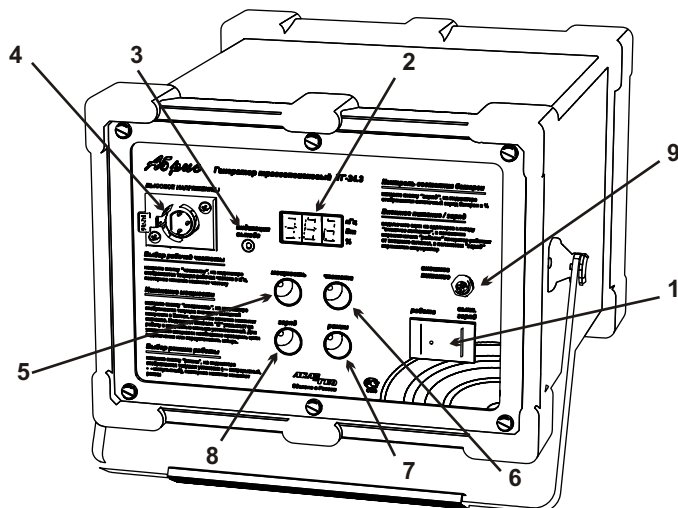
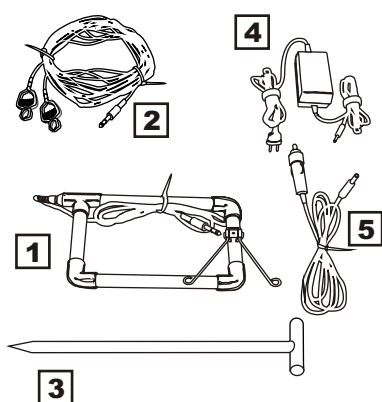

Рисунок 3
Рисунок 4
-  Нажмите на клавишу (поз. 1 рис. 3) переключив ее в положение “работа”
-  Нажмите кнопку “заряд” (поз. 8 рис. 3), на индикаторе отображается значение заряда аккумулятора в %
- 1** Нажмите на клавишу (поз. 1 рис.3) переключив ее в положение “выкл. / заряд”
- 2** При заряде от сети подключите адаптер 220 В (поз.4 рис. 4) к гнезду подключения внешнего питания (поз. 9 рис.3), при заряде от бортовой сети автомобиля используйте автомобильный адаптер (поз. 5 рис. 4). Во время заряда мигает надпись “зар”, по окончании надпись высвечивается не мигая.
1 При работе от сети подключите адаптер 220 В (поз. 4 рис. 4) к гнезду подключения внешнего питания (поз. 9 рис. 3), при работе от бортовой сети автомобиля используйте автомобильный адаптер (поз. 5 рис. 4).
2 Нажмите на клавишу (поз. 1 рис.3) переключив ее в положение “работа”
ВНИМАНИЕ ! Не включайте питание генератора перед подключением. При включенном питании на гнезде подключения внешней нагрузки (поз. 4 рис. 3) или зажимах вставленного в него кабеля гальванического подключения (поз. 2 рис. 4) присутствует высокое напряжение, порядка 200 В
- 1** Подключите один зажим кабеля гальванического подключения (поз.2 рис. 4) к коммуникации, при этом необходимо обеспечить надежный электрический контакт.
- 2** Другой зажим кабеля подключите к штырю заземления (поз. 3 рис. 4), вбитому в увлажненный грунт в 5-15м от места подключения
- 3** Подключите разъем кабеля к гнезду подключения внешней нагрузки (поз. 4 рис. 3)
- 1 Нажмите кнопку “частота” (поз. 6 рис. 3), на индикаторе отображается текущее значение частоты в КГц.